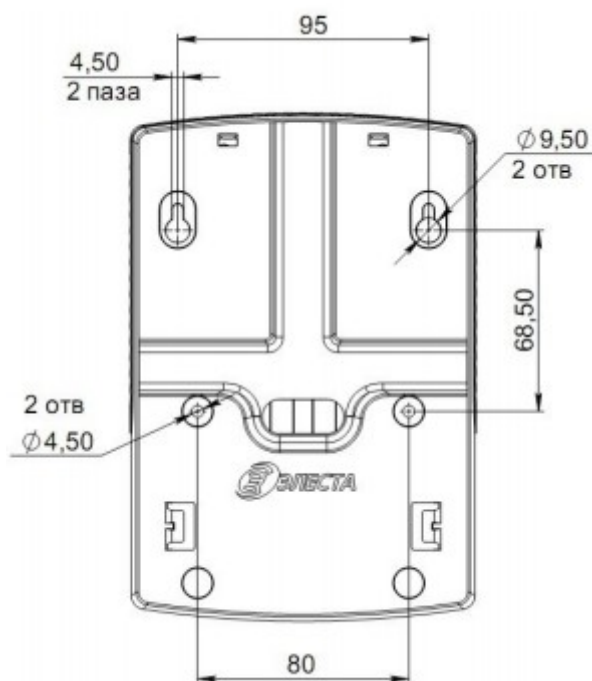

Рисунок 4.1. Установочные размеры прибора
Прибор устанавливается в помещении с ограничением доступа посторонних лиц, в удобном для технического обслуживания месте. Прибор крепится к стене на высоте, удобной для наблюдения за индикацией. Прибор навешивается на два шурупа, ввинченных в стену и крепится двумя другими шурупами через отверстия в основании корпуса (рисунок 4.2). (рисунок 4.1).
3. Навесьте прибор на стену с помощью двух шурупов, соблюдая установочные размеры (рисунок 4.1);
4. Закрепите прибор на стене двумя другими шурупами по установочным размерам (рисунок 4.1), предварительно продев провода внешних подключений через отверстие в основании корпуса.